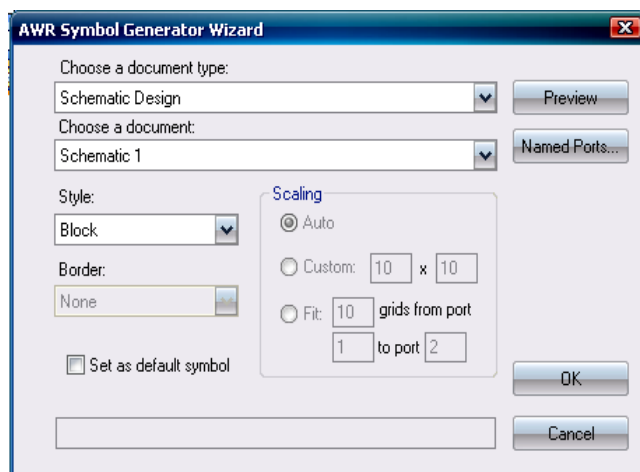

Рис. 1.43
- Нажмите **OK** в окне рис. 1.43.